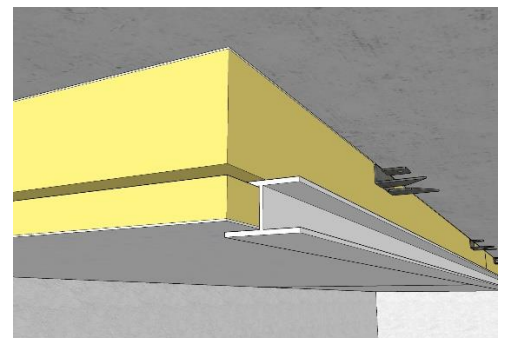

Abbildung 6: Das abgelängte H-Profil in den Längsstoß einbringen.
4. Bohre nun die Löcher, setze die Dübel ein und schraube die Platte an. Für jede Platte werden zwei Befestigungsklammern benötigt, wie in Abbildung 6 dargestellt.